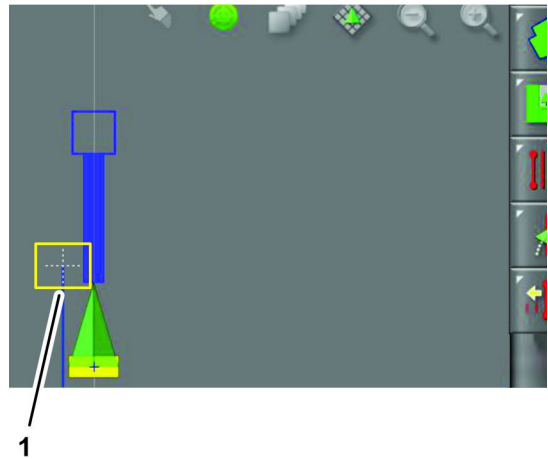

Рисунок 201
3. В окне настроек смещения границы нажмите на значок подтверждения (Рисунок 201).
Примечание: Положение точки записи границы на дисплее будет обновлено (Рисунок 201).